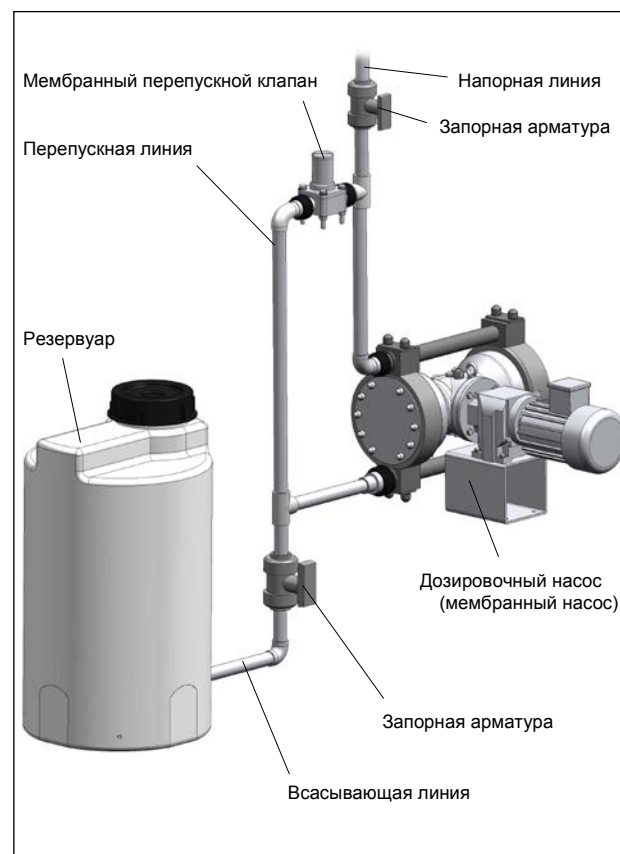

Рис. 18 Монтаж с перепускным клапаном
- или подключать непосредственно к всасывающему трубопроводу насоса, однако только в том случае, если во всасывающем трубопроводе нет обратного клапана (например, приемный клапан всасывающей трубки) (см. рисунок 18).